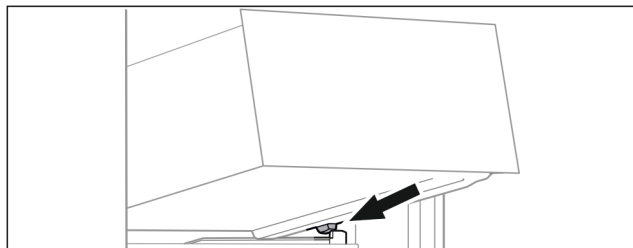

Fig. 25
- ▶ Sett skuffen på skrå bak stopperne på beholderribben. (se Fig. 25)